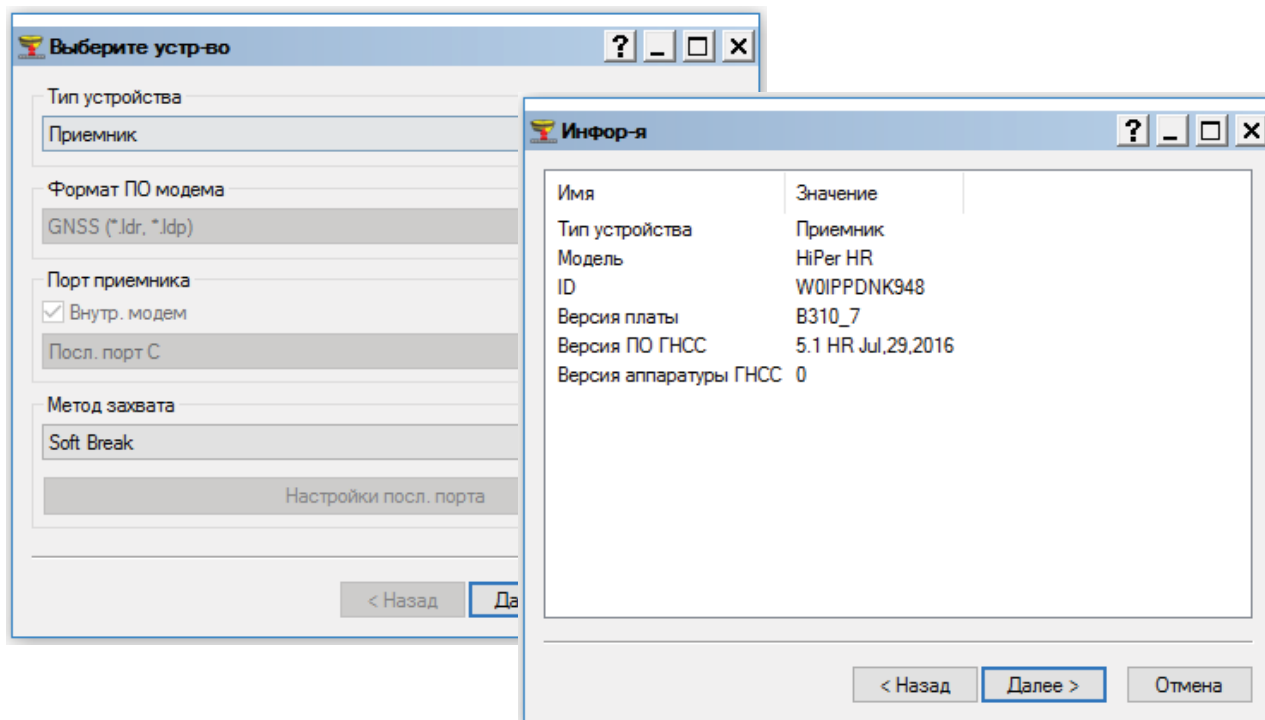

Рис. 16: Выбор устройства/Информация
10. Нажмите на значок **Загрузка ПО**. Откроется диалоговое окно **Выберите устр-во** (Рис. 16).
11. Нажмите **Далее**. Откроется диалоговое окно **Информация** (Рис. 16).